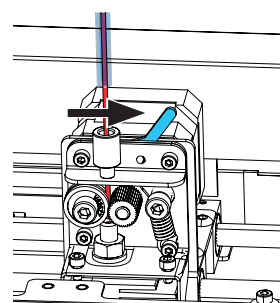

Fig. 27
- ⇒ Agora, coloque a alavanca do extrusor para à direita (Fig. 27)